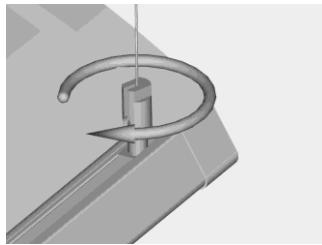

Figura 9 - Figure 9
- Serrare il bloccafune per impedire lo sfilamento della fune a Y come riportato in figura 9.